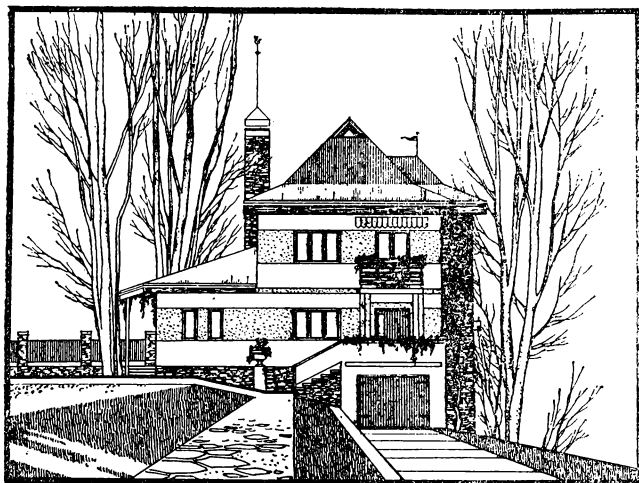

Рис. 24. Вход в дом, стоящий на рельефе
**Дом расположен на рельефе (рис. 24)**